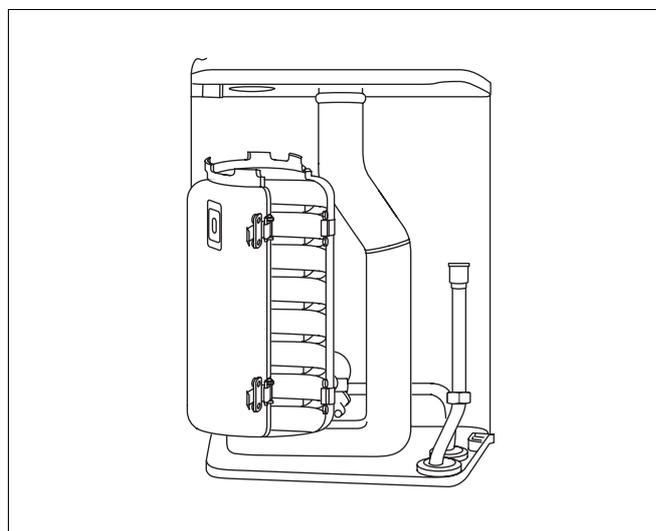

Fig. 38 Chiusure a scatto (seminvolucro)
- Rimuovere il seminvolucro anteriore della camera di combustione (fig. 38), allentando le chiusure a scatto (quattro).
- Rimuovere il seminvolucro anteriore della camera di combustione (fig. 38). Sbloccare a questo proposito le chiusure a scatto (quattro).